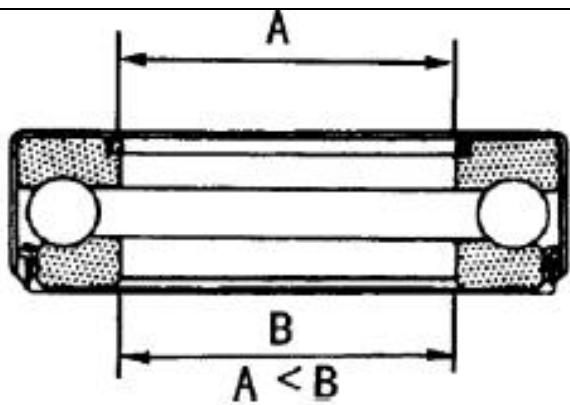

图 7-1
(1) 止推轴承装上润滑脂。
(2) 装上转向节、调整垫片和止推轴承。(图 7-1)